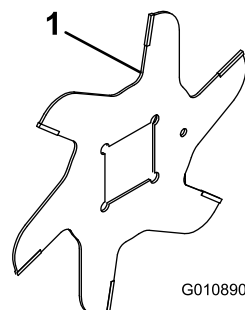

图12
1. 组装滚刀刀片（图12）。
4. 顺时针安装下一个刀片，以使其定位参考孔（图12）不与靠近轴的一个平面的第一个刀片孔对齐。